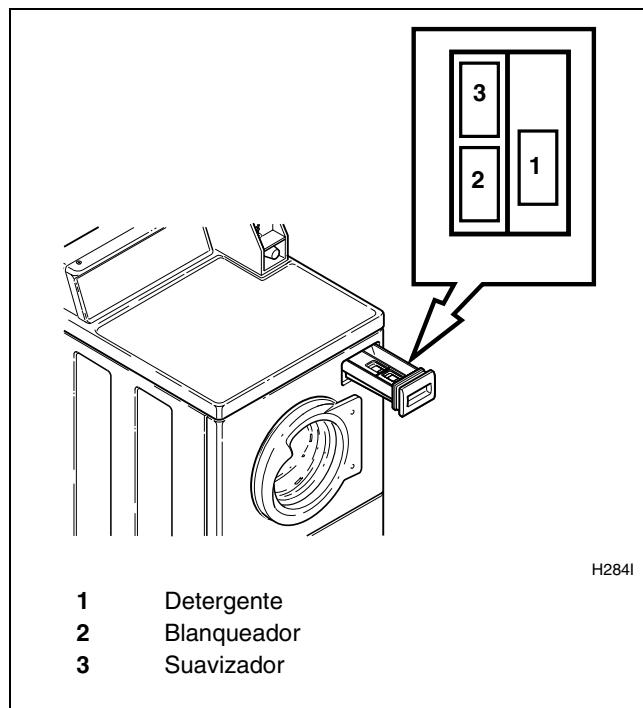

Figura 24
Abra la gaveta del surtidor. Mida y agregue detergente de baja espuma (1) blanqueador (2) y suavizador de tela (3) a la gaveta del surtidor (consulte la Figura 24). Cierre la gaveta del surtidor.